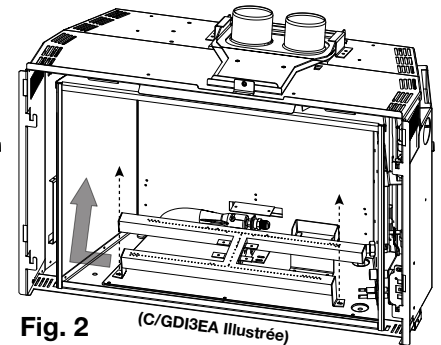

Fig. 2 (C/GDI3EA illustrée)
- 3. Retirez les 2 vis servant à fixer le brûleur tubulaire. Le-glissez au côté gauche, puis la soulevez et retirez (**Fig. 2**).